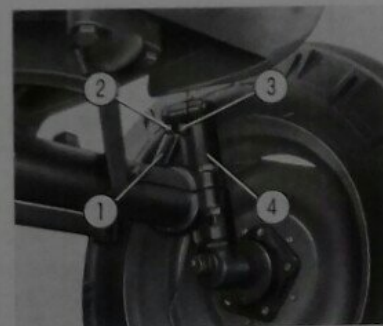

Fig. 44. - Arresti di limitazione sterzata (lato sinistro).
- Ruotare a sinistra il volante sterzo fino a che il dente 2 (fig. 44), esistente sulla leva del fuso a snodo sinistro, si porti a contatto del tassello 3.